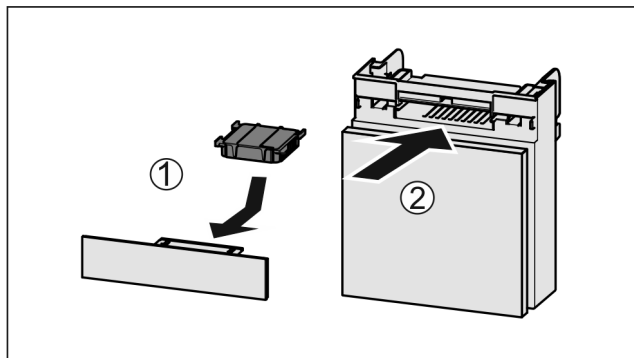

Fig. 167
- Vendosni filtrin me karbon aktiv siç tregohet në figurë Fig. 167 (1).
- Futni kutinë në vend Fig. 167 (2).